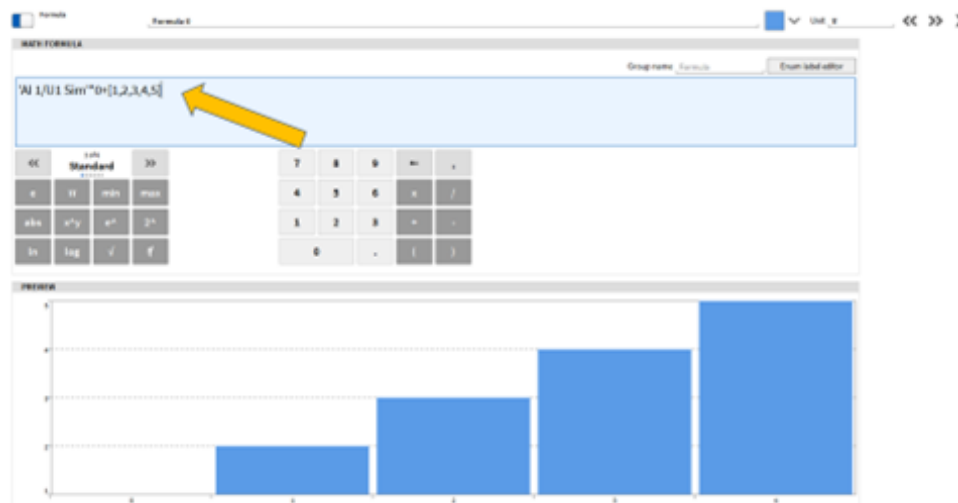

Abb. 7.81: Erstellung von Arrays mit konstanten Elementen
- Zu guter Letzt ist es möglich, Array-Kanäle mit konstanten Elementen zu erstellen (siehe Abb. 7.81). Die Aktualisierungsrate kann definiert werden, indem ein Zeitdomänenkanal hinzugefügt und mit Null multipliziert wird. Das Array hat dann die gleiche Aktualisierungsrate wie der Zeitdomänenkanal.